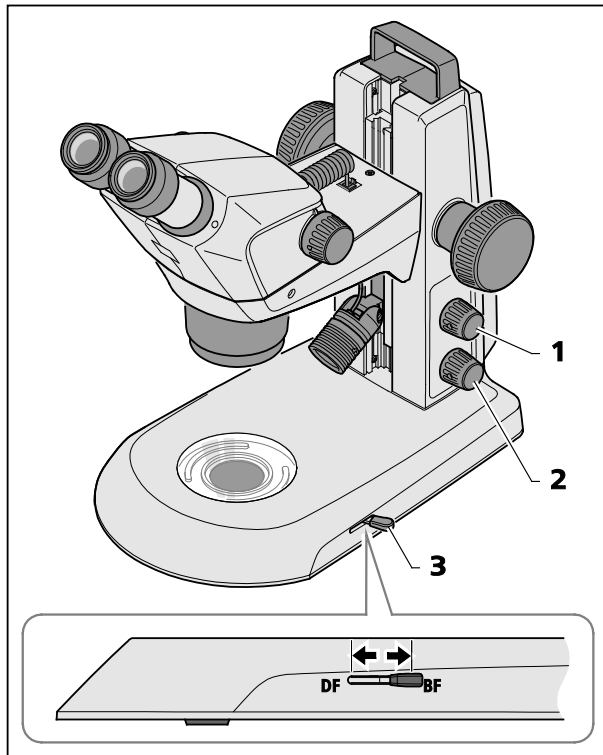

Fig. 25 Module d'éclairage diascopique dans statif K EDU
- En appuyant sur le bouton rotatif inférieur (Fig. 25/2), allumez l'éclairage diascopique.
- Avec la manette (Fig. 25/3), commutez entre éclairage en fond clair et éclairage en fond noir.
- Position avant : fond noir (DF)
- Position arrière : fond clair (BF)
En appuyant sur le bouton supérieur (Fig. 25/1) vous pouvez ajouter un éclairage épiscopique (voir sous le point 4.2 à la page 24).